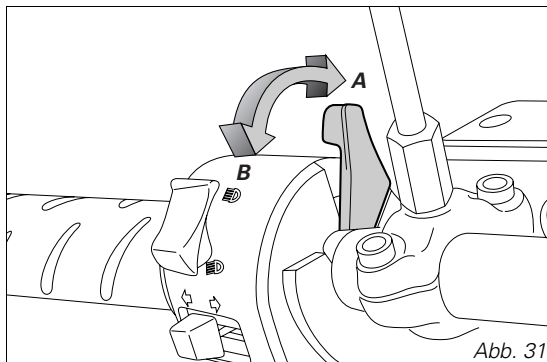

Abb. 31
2) Den Starterhebel in die Position (B, Abb. 31) bringen.
5) Während sich der Motor langsam erwärmt, den Starterhebel schrittweise in die senkrechte Position bringen (A, Abb. 31). Ein warmgelaufener Motor muss das Standgas bei vollkommen zurückgeschobenem Starter halten können.